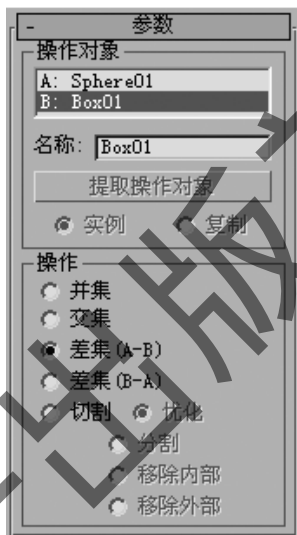

图 4-7 拾取对象 B
(4)“操作对象”组(A 为立方体、B 为圆柱),如图 4-7 所示。
①并集。